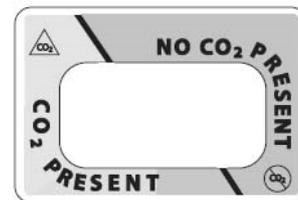

図 3
1. CO₂ディテクタのカラーインジケータの色と判定用カラーチャートの「NO CO₂ PRESENT」と書かれた部分の紫色が一致していることを確認する(図 3)。「CO₂ PRESENT」表示部分のいずれかの色に近い場合は、本品を使用しないこと。